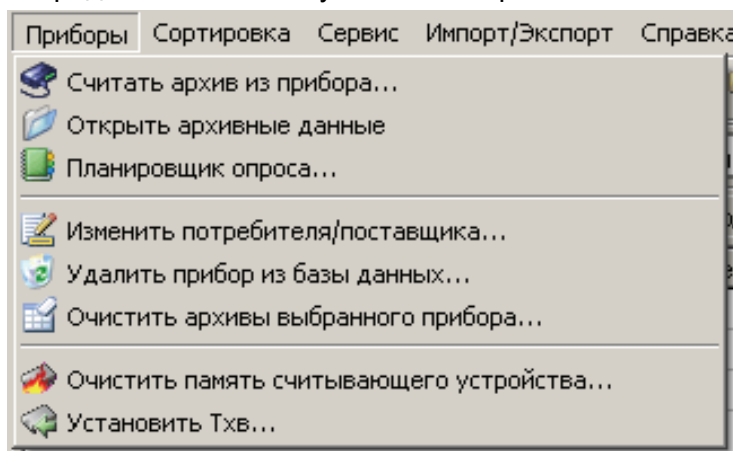

Рисунок 3.12
3.3.3 Меню **Приборы** Основного окна программы содержит выпадающий список (см. рисунок 3.12), в котором представлены ниже указанные строки.
3.3.3.2 Строка **Открыть архивные данные** меню **Приборы** (см. рисунок 3.12) служит для вызова всплывающего окна (см. рисунок 3.25), которое содержит параметры прибора (тип, заводской номер, наименование потребителя и поставщика энергоресурсов), таблицы итоговых, среднесуточных, среднечасовых и текущих значений параметров за заданный временной интервал, единицы измерения тепла (ГДж/Гкал), глубину архива за задаваемый временной интервал, номер схемы учета значений параметров теплоносителя и тепловой энергии, значения температуры  $T_{хв}$  и давления  $P_{хв}$  (только для ТМК-Н).